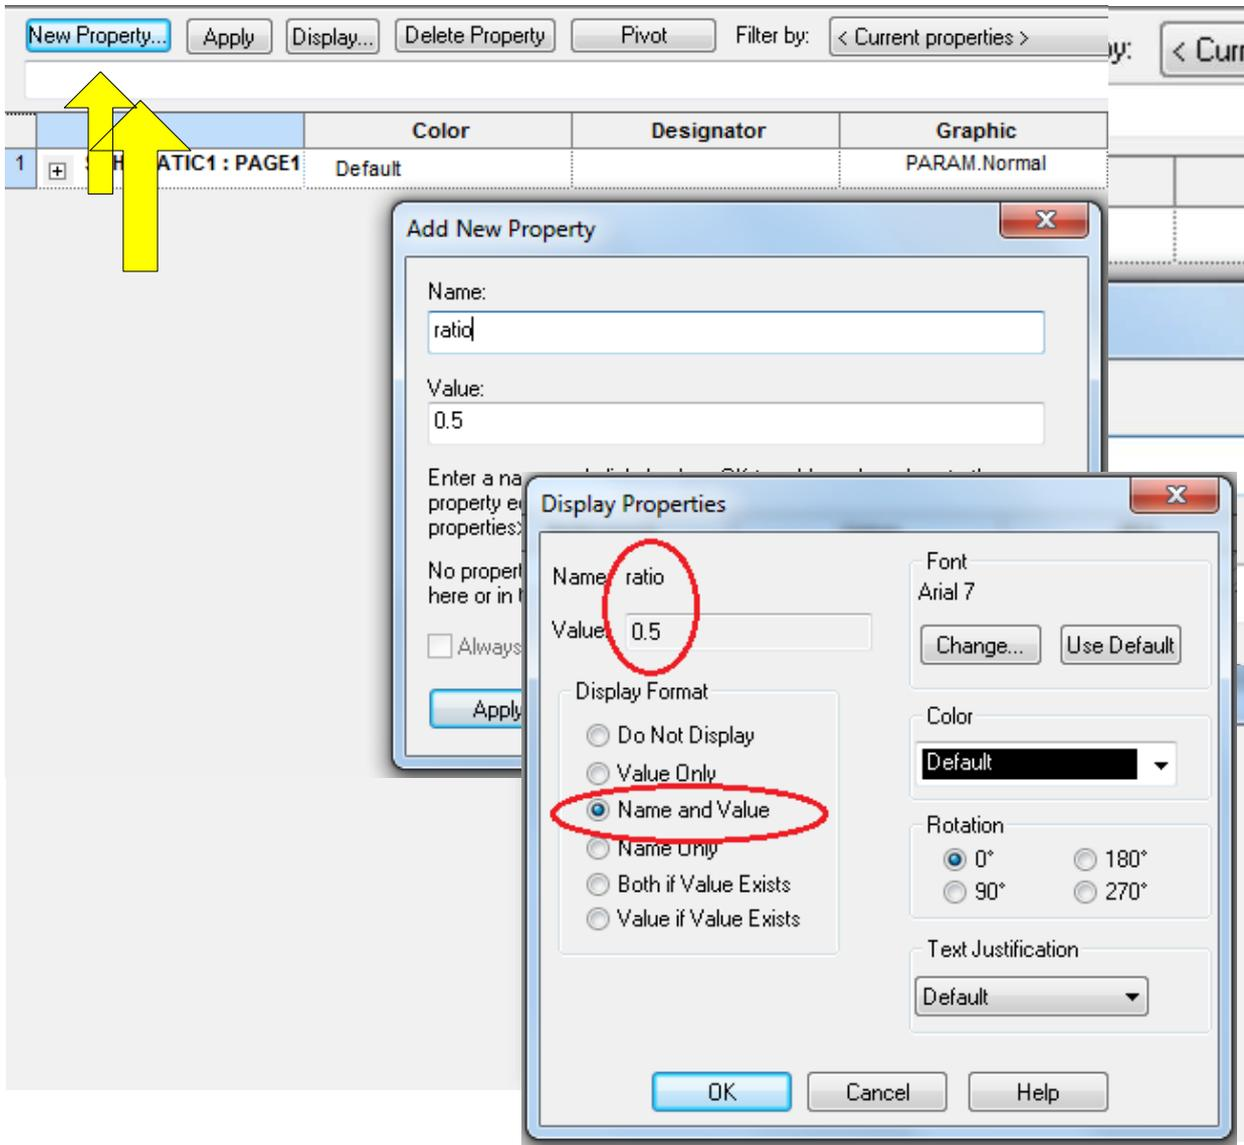

Рис. 3.35. Установка параметра ratio для потенциометра
2. Из библиотеки Special выбираем PARAM. Двойным щелчком открываем окно свойств. Устанавливаем переменный параметр ratio и нажимаем Apply (Рис. 3.35).
3. В свойствах компонента «Потенциометр» видим Value=PARAM. Выделяем ratio=0.5 (точка !) и нажимаем Display. Проверяем установку (рис. 3.35).